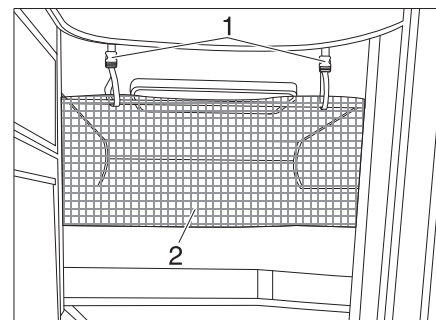

Fig. 163 Red de seguridad
La red de seguridad (Fig. 163, 2) viene de serie entre el colchón y el somier. Tender la red de seguridad cuando la persona ya se encuentre en la cama.
- Engatillar las cintas de sujeción (Fig. 163, 1) en los soportes en el techo.
La red de seguridad (Fig. 163,2) está almacenada de serie entre el colchón y el somier. Tender la red de seguridad cuando la persona ya se encuentre en la cama.